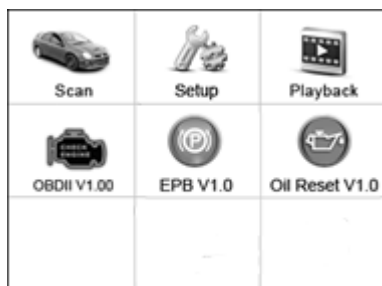
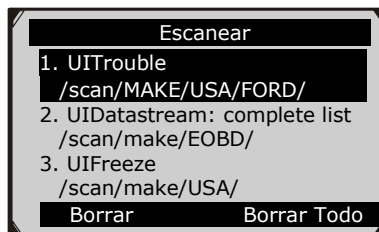

Figura 3.1
Figura 4.1
- 4) Encienda la herramienta de escaneo, y espere a que la **Pantalla Principal** aparezca. (Figura 3.1)
- 1) Use el botón de desplazamiento **IZQUIERDO/DERECHO** para seleccionar **Reproducir** desde la **Pantalla Principal** (Figura 3.1), y presione el botón **OK**. Espere a que la pantalla de **Escaneo** aparezca. (Figura 4.1)
- 2) Seleccione el icono de **Escanear** en la **Pantalla Principal** (Figura 3.1) y espere la pantalla del fabricante del vehículo. Elija la marca del vehículo correcta.